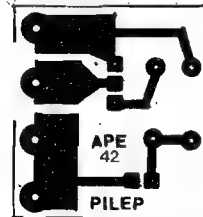

Fig. 2
- FIG. 2 - LAY OUT DO CIRCUITO IMPRESSO ESPECÍFICO - É óbvio que um circuito tão simples quanto o do PILEP pode - perfeitamente - ser implementado sobre mera "ponte" de terminais (afinal, são só 4 componentes no núcleo da montagem - não se contando os 30 LEDs comandados...) e nada impede que o Leitor/Hobbysta assim o decida e faça... Entretanto, para que possamos nos beneficiar mesmo da já natural compactação do circuito, nada como uma plaquinha específica de Circuito Impresso! Com tal substrato, o PILEP ficará super-compacto, elegante, profissional mesmo... O lay out (desenho do padrão cobreado de ilhas e pistas), em tamanho natural, está na fig. 2... Poucas coisas pode-